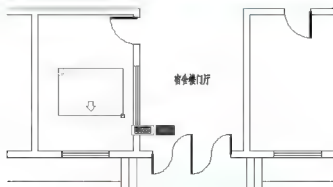

图 3.10 拖出多行文字的矩形框
(1) 将【文字】图层设为当前层。
(2) 单击【绘图】工具栏上的【多行文字】图标 A (快捷键 T)。
① 在指定第一角点: 提示下, 在宿舍楼底层平面图的真班室范围内单击一点, 作为文字框的左上角点。
② 在指定对角点或 [高度(H)/对正(J)/行距(L)/旋转(R)/样式(S)/宽度(W)]: 提示下, 光标向右下角拖出矩形框(见图 3.10)后单击, 此时弹出【文字格式】对话框和【文字输入】窗口。